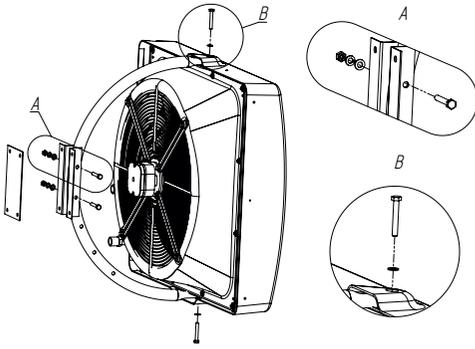

Рис. 10
- ## 7.10 Монтаж с кронштейном. Кронштейн доступен как опция. В комплект с кронштейном входят: болт М8\*55 (2 шт.), болт М8\*30 (2 шт.), шайба (4 шт.), гровер (2 шт.). Для сборки кронштейна необходимо вставить и затянуть два болта М8\*55, две шайбы, два гровера в отверстия кронштейна как показано на виде А. Затем вставить болт М8\*30 и шайбу через отверстие в корпусе и кронштейне (вид Б) и затянуть. Повторите данную операцию для крепления кронштейна снизу (рисунок 10).